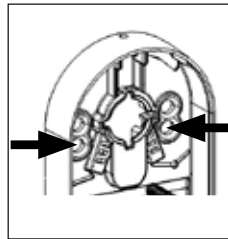

Abb. 4
- 3.3 Schrauben Sie die Rückenschale mit den beiden zuvor entnommenen Rosettenschrauben fest (Abb. 4). Wählen Sie dazu die beiden **unteren** Befestigungslöcher in der Rückenschale.